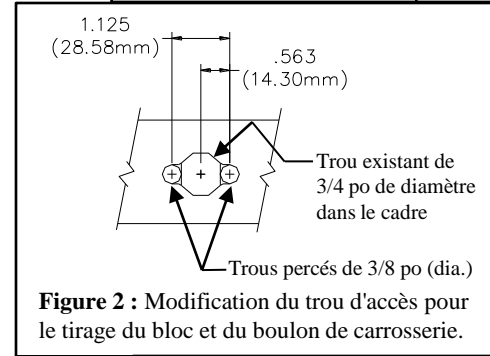

Figure 2 : Modification du trou d'accès pour le tirage du bloc et du boulon de carrosserie.
3. Enlever trois (3) bouchons en plastique des trous existants dans chaque longeron et les mettre au rebut.
4. Utiliser une perceuse 3/8 po et une lime pour modifier le trou central de chaque longeron, comme illustré à la figure 2, afin de faire passer les espaceurs et les boulons de carrosserie.